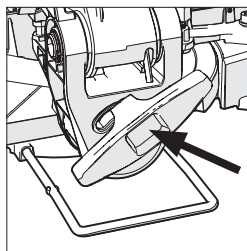

Fig. 22
- Desaperte o manípulo de bloqueio do bisel (**Fig. 22**).